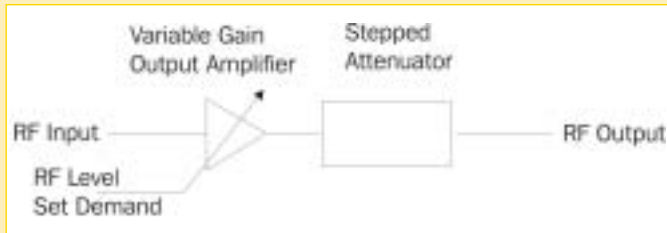

Abb.1: Aufbau einer Ausgangsstufe eines Signalgenerators
Der prinzipielle Aufbau eines Systems ist in Abbildung 1 zu sehen. Der Ausgangspegel eines Signalgenerators ist bei allen Varianten grundsätzlich selektierbar. Der einstellbare Verstärker (output amplifier) hat die Aufgabe ein kontinuierliches Signal zu verstärken. Der Stufenabschwächer filtert mögliche ‚Verunreinigungen‘, um ein einwandfreies Signal sicherzustellen. Dieser Aufbau erlaubt aber nur einfache Signalarten wie Dauerstrich (CW; Continuous Wave), oder Signale mit einfachen Modulationsarten wie Frequenzmodulation (FM). Für weitere Funktionen wie Amplitudenstabilität und Reverse Power Protection